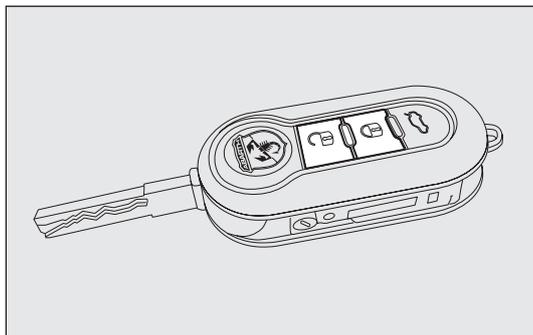
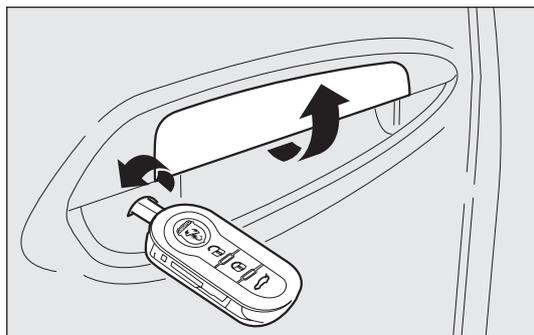
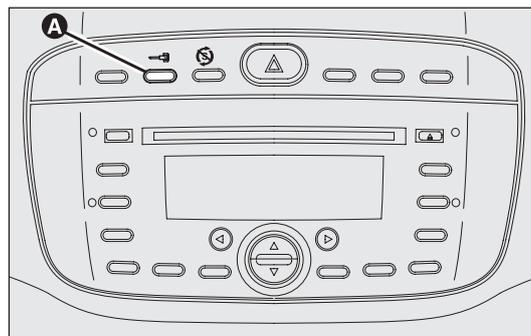

fig. 67
fig. 68
fig. 69
Con porte chiuse premere il pulsante  sul telecomando fig. 67 oppure inserire e ruotare l'inserto metallico nella serratura della porta lato guida in senso orario fig. 68. L'avvenuto bloccaggio delle porte è segnalato dalla singola accensione del led sul pulsante A-fig. 69. Il blocco delle porte viene attivato solo se tutte le porte sono chiuse. Se una o più porte sono aperte a seguito della pressione del pulsante  sul telecomando fig. 67, gli indicatori di direzione ed il led presente sul pulsante A-fig. 69 lampeggiano velocemente per circa 3 secondi.
Se una o più porte sono invece aperte a seguito della rotazione dell'inserto metallico della chiave solo il led presente sul pulsante A-fig. 69 lampeggia velocemente per circa 3 secondi. Se le porte sono chiuse ma il bagagliaio è aperto il blocco delle porte viene effettuato: gli indicatori di direzione (solo per blocco effettuato premendo il pulsante  fig. 67) ed il led presente sul pulsante A-fig. 69 lampeggiano velocemente per circa 3 secondi.
Con funzione attiva è comunque possibile sbloccare le serrature delle altre porte, premendo il pulsante A-fig. 69 posto sul mibiletto centrale.
Effettuando una doppia pressione rapida del pulsante  sul telecomando fig. 67 si attiva il dispositivo dead lock (vedere paragrafo “Dispositivo dead lock”).
Premere brevemente il pulsante  fig. 67 per avere lo sblocco delle porte a distanza, l'accensione temporizzata delle plafoniere interne e doppia segnalazione luminosa degli indicatori di direzione oppure inserire e ruotare l'inserito metallico nella serratura della porta lato guida in senso antiorario come illustrato in fig. 68.
Premere il pulsante A-fig. 69 per bloccare/sbloccare tutte le porte. Il pulsante è dotato di un led che indica lo stato (porte bloccate o sbloccate) della vettura.
non sarà possibile effettuare lo sblocco tramite il pulsante A-fig. 69 ubicato tra i comandi su plancia.
- pulsante A-fig. 69 di blocco/sblocco;
Il dispositivo si inserisce automaticamente su tutte le porte in caso in cui si effettui una doppia pressione rapida sul pulsante  sulla chiave con telecomando fig. 67.
L'avvenuto inserimento del dispositivo è segnalato da 3 lampeggi degli indicatori di direzione e dal lampeggio del led ubicato sul pulsante A-fig. 69 ubicato tra i comandi su plancia.